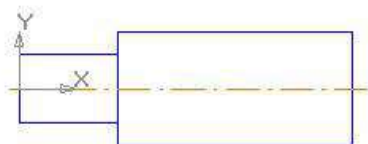

Рисунок 2.14 – Заготовка майбутнього креслення вала
- таким же способом проведіть горизонтальні прямі відповідно до рис. 2.14, з огляду на те, що це майбутнє креслення вала з діаметрами 14 і 20 мм.